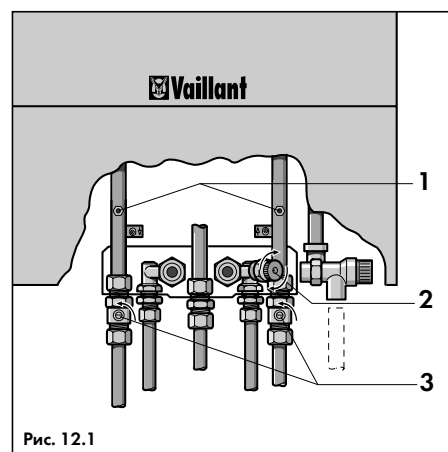

Рис. 12.1
- Отсечь аппарат от системы отопления, закрыв сервисные краны (3, рис. 12.1);
- У аппаратов VUW: Закрыть кран холодной воды (2, рис. 12.1).
- Подсоединить к сливным штуцерам (1, рис. 12.1) отрезок гибкого шланга и опустить их в какую-либо подходящую емкость;
- Спустить из аппарата воду через сливные штуцеры (1, рис. 12.1), открутив их ключом на 10 на 1-2 оборота;